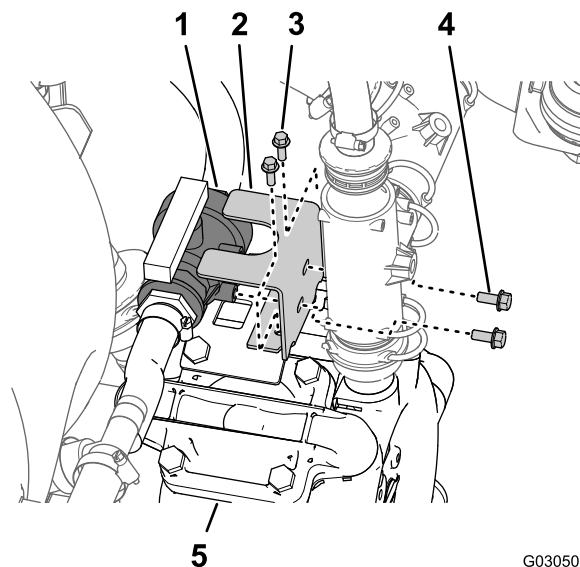

Рисунок 67
5. В верхней части насоса опрыскивателя отверните два болта с фланцевыми головками (5/16 x 3/4 дюйма), которые крепят шаровой клапан к кронштейну клапана (Рисунок 67).
6. Выверните два болта с фланцевыми головками (1/4 x 3/4 дюйма), которые крепят кронштейн клапана к монтажному кронштейну в верхней части насоса (Рисунок 67).